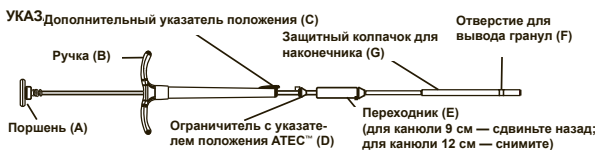

Рис. 1
- При введении капсул убедитесь в правильном совмещении указателей (С и D на рис. 1) с выемкой для забора.